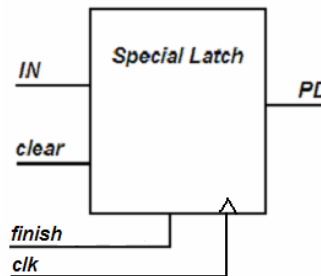

Figura 6.3. Latch especial
1. Banco de Latches especiales: Es un conjunto formado por 315 latches (tantos como comparadores). Estos latches son unos latches especiales de diseño propio y que tendrán un comportamiento particular. Cada uno de esos latches es como el mostrado en la figura 6.3.